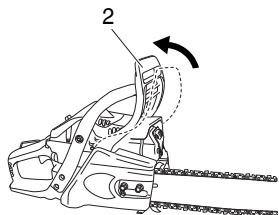

Fig. 2
1. Tirez le protecteur de main avant (2) vers la manette avant pour vérifier que le frein de chaîne est désengagé. (Fig. 2)
Fonctionnement du frein de chaîne (Figs. 2, 11)